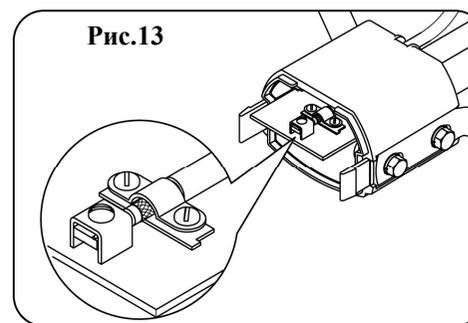

Рис.13
15. Вставить подготовленный конец кабеля в отверстие на торце корпуса большой монтажной коробки и зафиксировать на плате (рис.13).